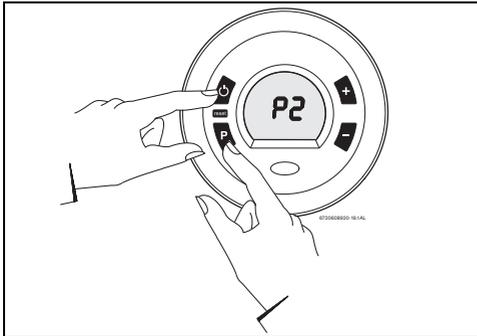

Fig. 50
- ▶ Mantener pulsada la tecla de programas y pulsar el interruptor principal ON/OFF para conectar el aparato (consultar la Fig. 50).